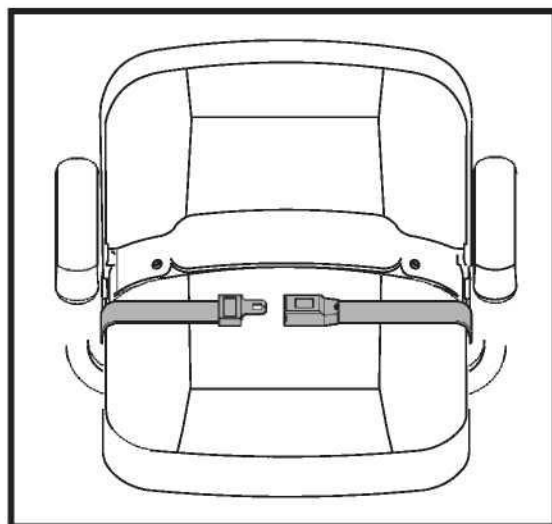

Abbildung 29. Metal-Gurtschloss
Ihr Reisemobil kann mit einem Sicherungsgurt ausgestattet sein, der auf den Nutzer eingestellt werden kann. **Siehe Abbildung 29 oder 30.** Der Sicherungsgurt soll den Fahrer so unterstützen, dass dieser nicht nach vorn oder vom Sitz herunterrutscht. Der Sicherungsgurt ist nicht zur Verwendung als Rückhaltevorrichtung vorgesehen.
1. Führen Sie die Metalllasche auf der rechten Seite des Gurtes in das Kunststoffgehäuse des gegenüberliegenden Gurtes ein, bis Sie ein "Klicken" hören. **Siehe Abbildung 29.**